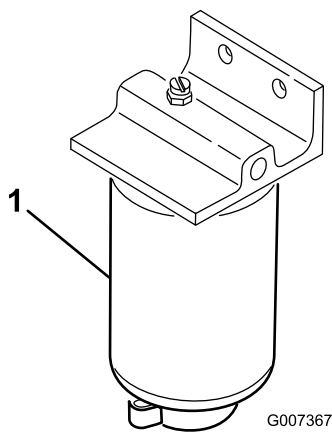

Figura 49
Drene el agua y otros contaminantes del separador de agua (Figura 49) a diario.
2. Afloje el tapón de vaciado en la parte inferior del cartucho del filtro (Figura 49).